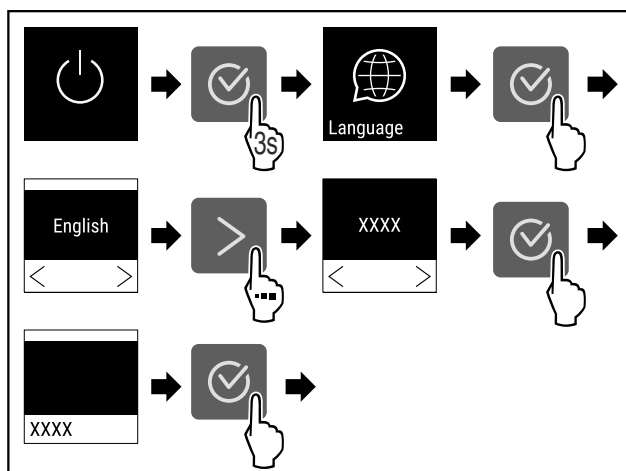

Fig. 54
- ▶ Wykonać czynności (patrz Fig. 54).